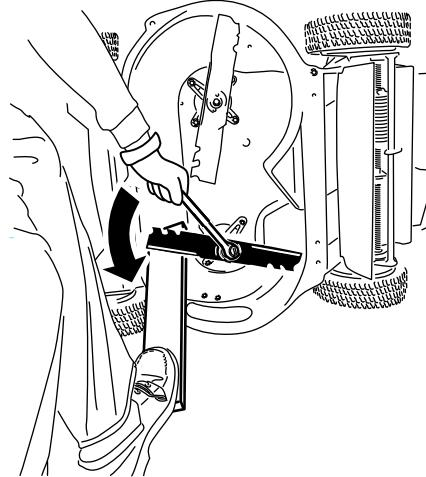

Figure 36
- Servez-vous d'une cale en bois pour immobiliser chaque lame et dévissez le boulon de lame, comme montré à la Figure 36.